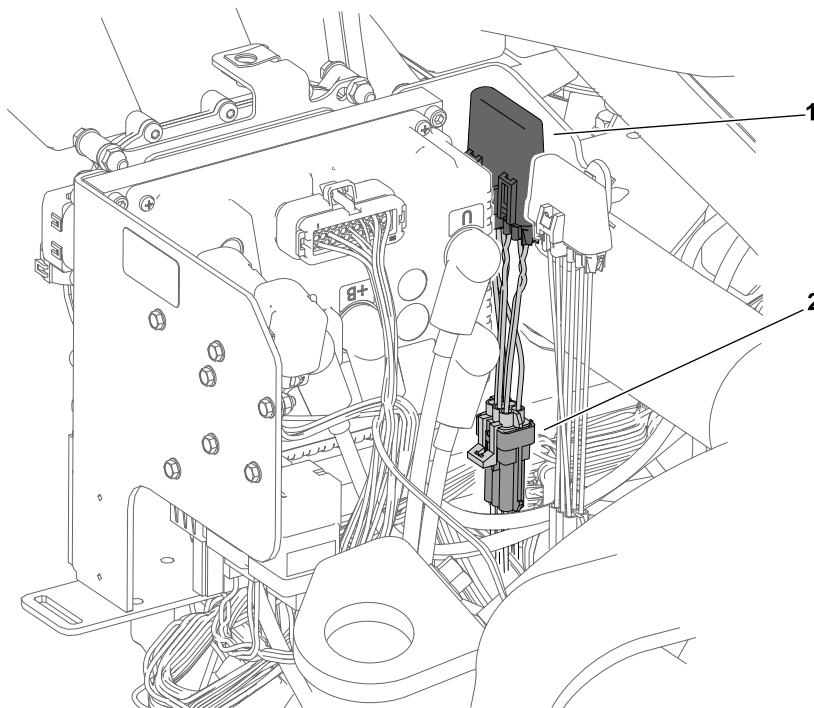

Figur 44
2. Fjern dioden fra ledningssatskontakten merket P09 (Figur 43), og monter den festede hetten på kontakten (Figur 44).